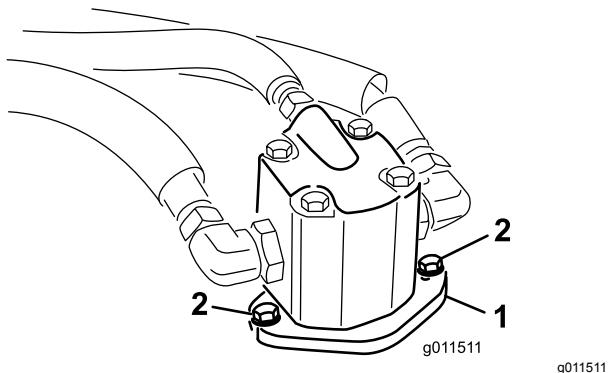

Figura 115
4. Retire los pernos que sujetan el motor hidráulico a la carcasa de corte (Figura 115).